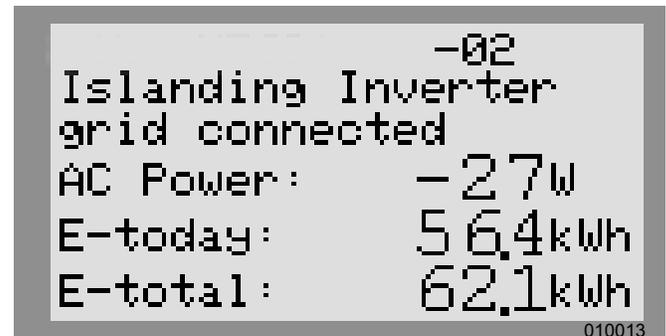

Figura 6-9. Inversor activado (4 de 4)
- Consulte la Figura 6-9. El inversor está activado. Creará voltaje en los terminales de CC y comenzará a comunicar a través del REbus.